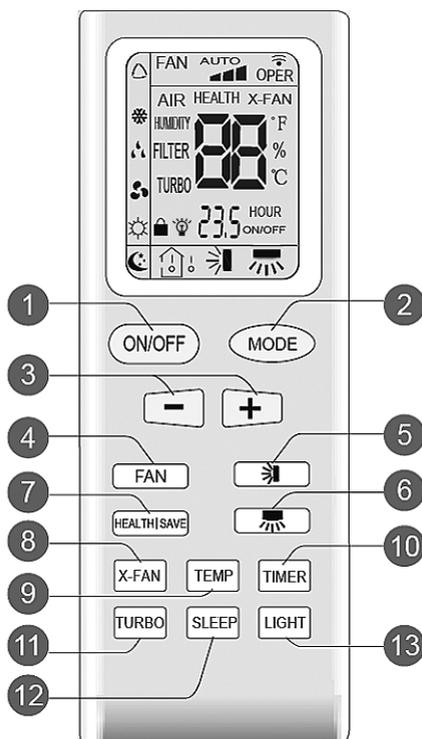

Рис. 5.1
- Для управления кондиционером используется беспроводной инфракрасный пульт дистанционного управления (рис. 5.1).
- Комментарии к рис. 5.1 см. таблицу 5.1.